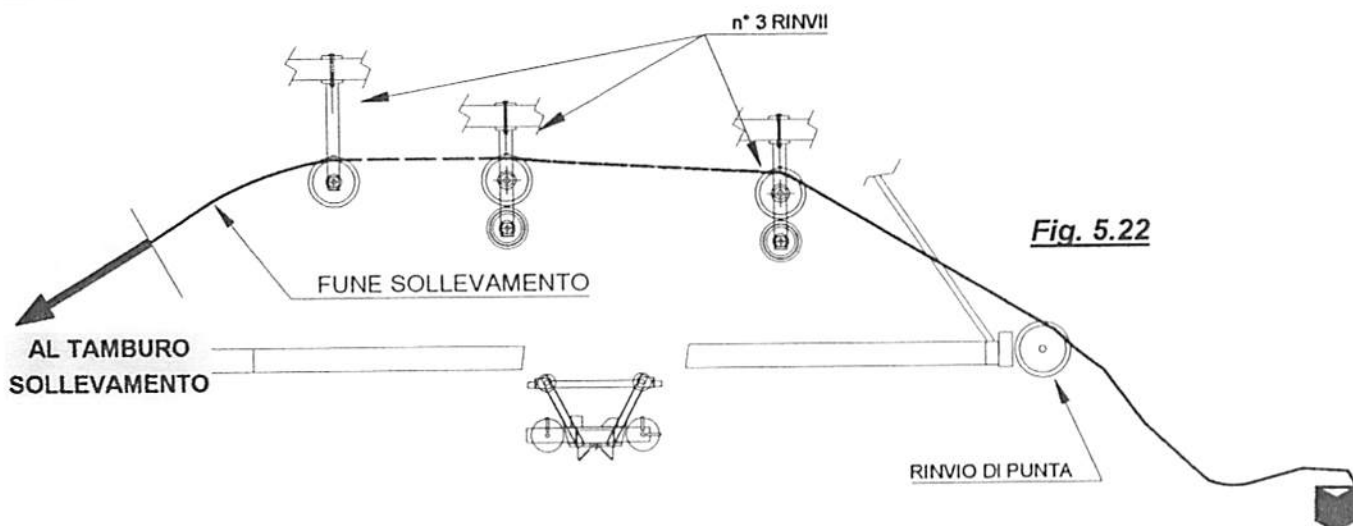

Fig. 5.22
- Inserire la fune facendola scorrere sulla carrucola di rinvio in punta braccio ed effettuare i passaggi nei rinvii posti lungo il braccio così come indicato alla **Fig. 5.22**, e quindi portare il capo della fune fino al tamburo di sollevamento.